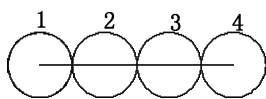

图 15-70 绘制水平直线
(3) 单击“默认”选项卡“绘图”面板中的“直线”按钮, 在对象捕捉绘图方式下, 捕捉圆1和圆4的圆心作为直线的起点和终点, 绘制出水平直线, 结果如图15-70所示。